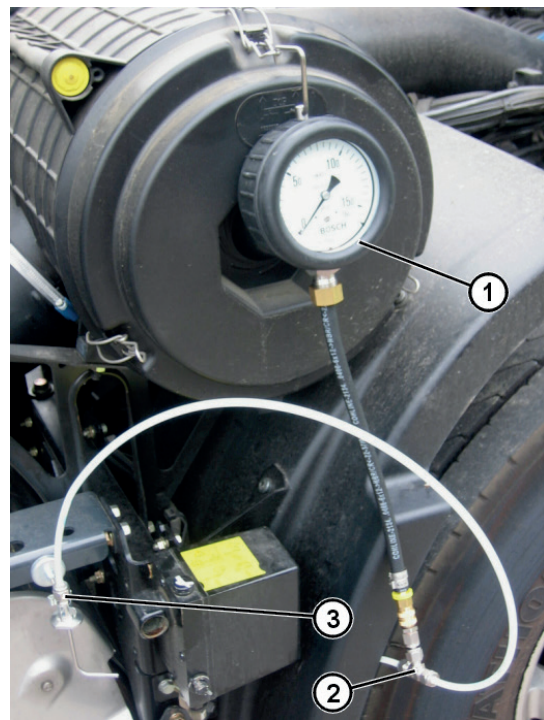

Fig. 5: Vérification du circuit d'air avec un manomètre
3. Raccorder le manomètre 0 kPa.– 160 kPa (Fig. 5, Pos. 1) au raccord en T (Fig. 5, Pos. 2) et bien le fixer au véhicule.
4. Raccorder la tête de pulvérisation d'essai (Fig. 5, Pos. 3) (vanne de mesure) à l'aide de la deuxième conduite de pression d'essai au raccord en T et la fixer avec le support magnétique à un endroit approprié sur le véhicule.